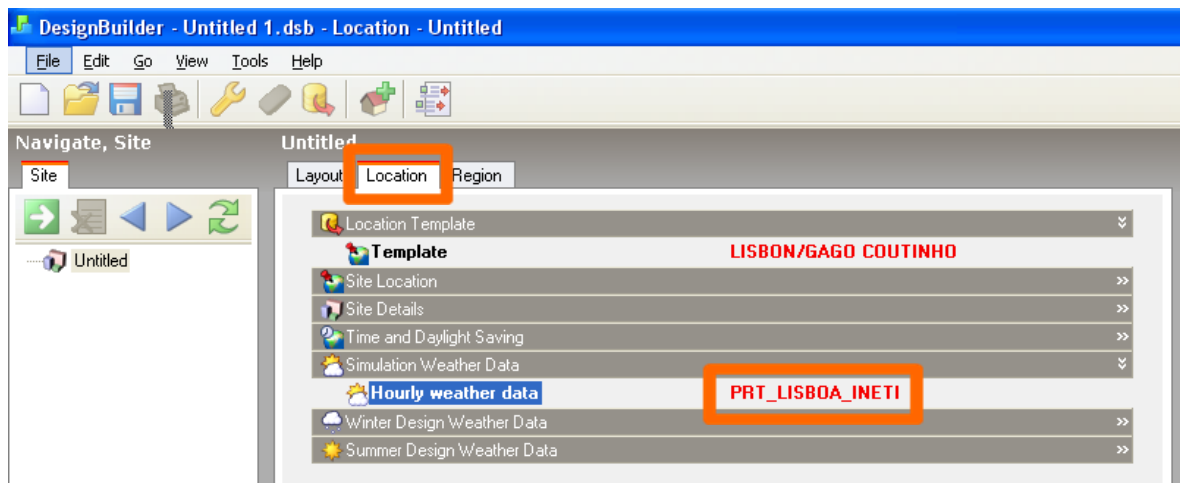

Figura 3 – Escolha do ficheiro climático.
3. Estando no nível **Site**, escolha a aba **Location**, no topo por baixo da barra de botões. Clique na secção **Simulation Weather Data** e clique na caixa de texto à frente do texto **Hourly weather data** (ver Figura 3). Na coluna do lado direito escolha o ficheiro climático correspondente ao Concelho onde se encontra o projecto/edifício, clicando duas vezes.